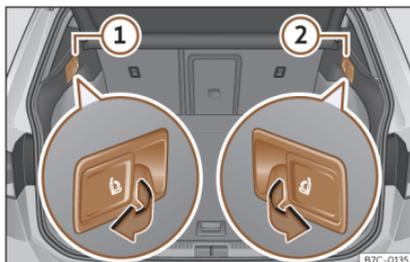

Fig. 103 Nel bagagliaio: leve per lo sblocco a distanza del lato sinistro (1) e destro (2) dello schienale posteriore
- Tirare la leva di sblocco >>> **fig. 103** dalla parte dello schienale che si desidera ribaltare.